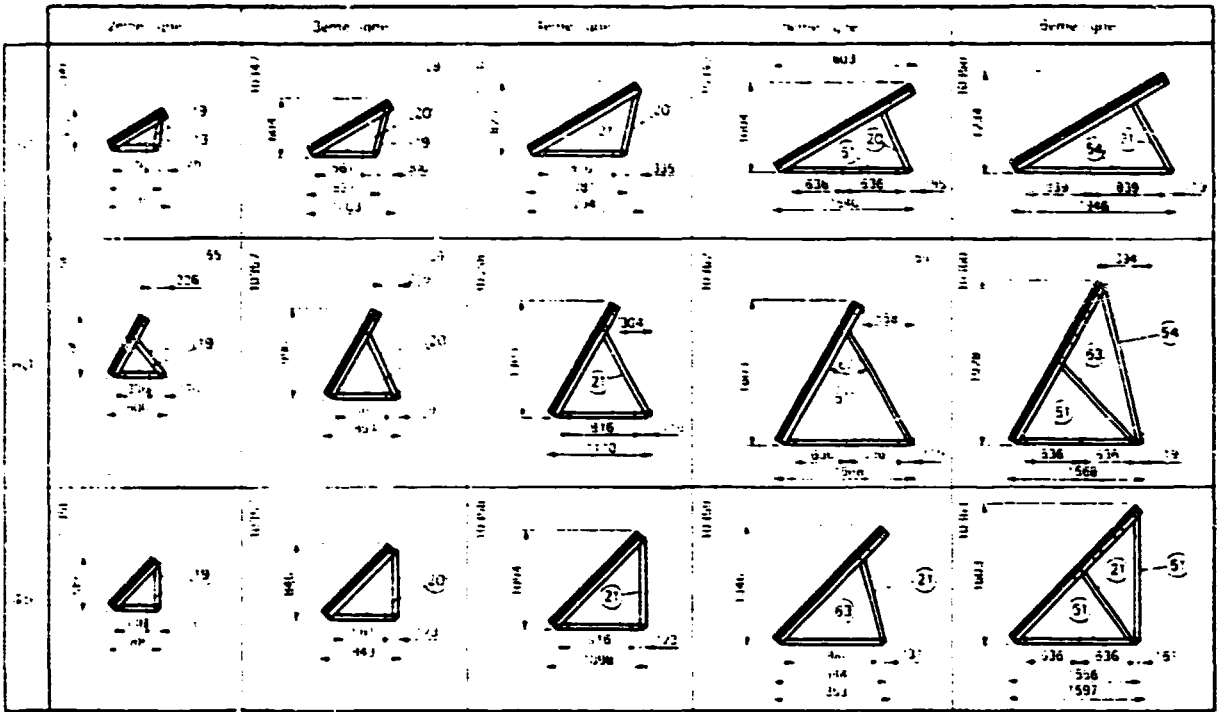
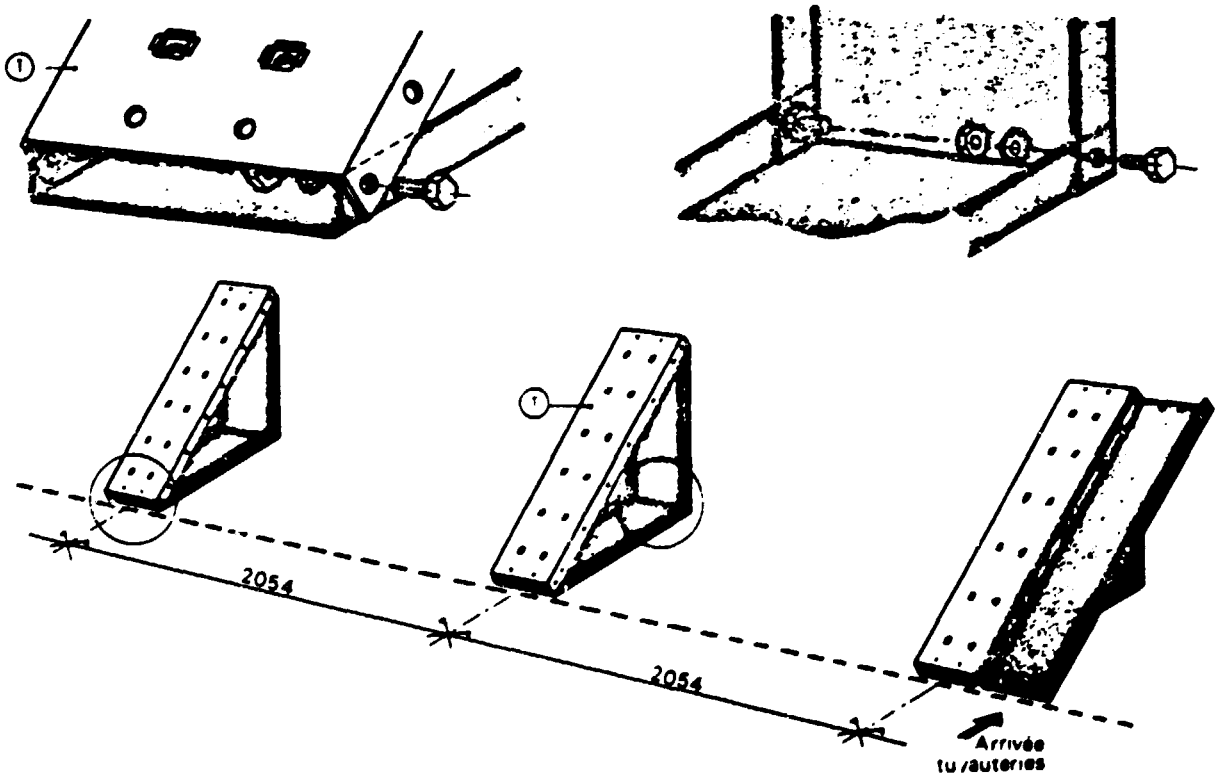
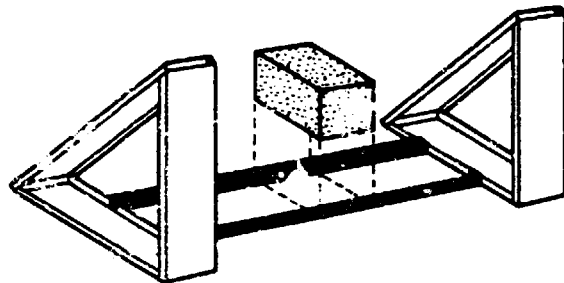

Figure 16
Figure 17
Figure 18
— Description des supports (fig. 16 et 17) : les supports sont composés d'éléments en U renversé (identiques aux éléments (1)), coupés à longueur, assemblés et boulonnés suivant la figure 17, de manière à constituer un triangle dont le sommet est l'élément (1) incliné sur l'horizontale de 30, 45 ou 60° selon les modèles. Des planches de charge (représentées fig. 18) peuvent être fournies dans le cas où il est prévu d'assurer le maintien des supports par lestage.
- soit par lestage sur la planche de charge suivant la figure 18.